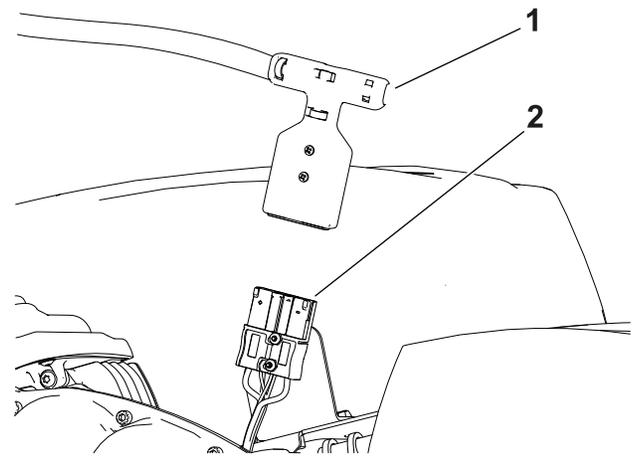

Figura 24
4. Desconecte el conector en T del arnés de cables principal en el conector del suministro eléctrico principal de la base de la batería (Figura 24).